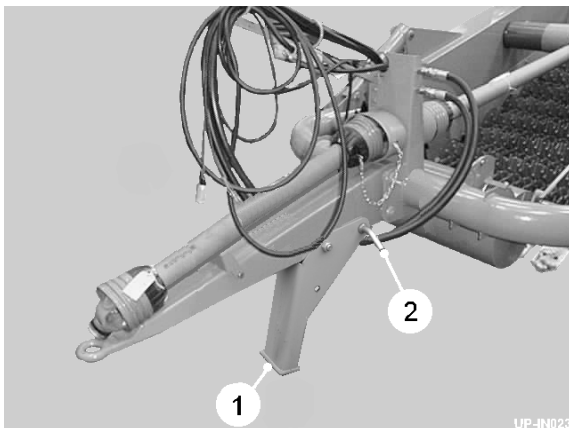
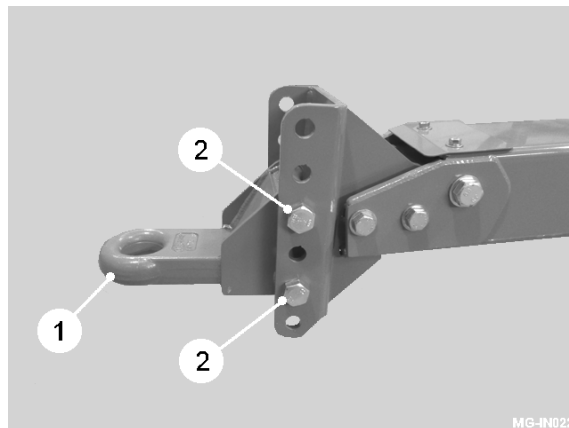

Fig 1
Fig 1a
Die Unterstüztung (item, fig 1) hält die Maschine bei einer geeigneten Höhe zum Traktor. Auf Maschinen paßte mit einem verstellbaren drawbar (Stück 1, Feige 1a), zurück der Traktor zur Maschine und gleicht den drawbar an. Messen Sie die Höhe vom Traktorhaken vom Boden und stellen Sie den drawbar auf die gleiche Höhe ein. Entfernen Sie die Schrauben (item 2, fig 1a) und gleichen Sie mit anderen Löchern an. Das drawbar-Auge kann umgekehrt werden, um höhere Position zu erreichen.
Die Unterstützung kann in die Lagerungsposition gesetzt werden, indem man die Ankernadel entfernt, und (item 2, fig 1) es gedreht werden, und resecuring mit der Ankernadel.